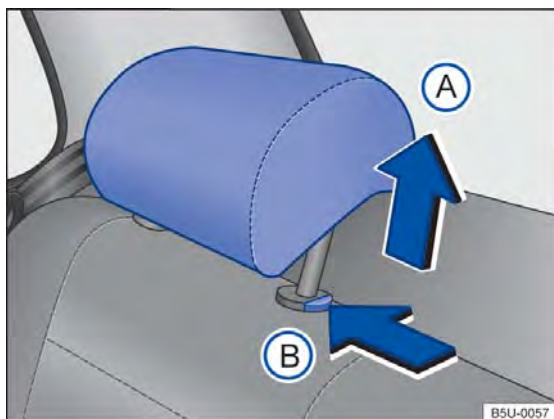

Fig. 39 Ajustar o apoio para cabeça traseiro.
- Empurrar o apoio para cabeça para cima na direção da seta → Fig. 39 (A) ou com a tecla → Fig. 39 (B) pressionada, empurrar para baixo → ⚠.